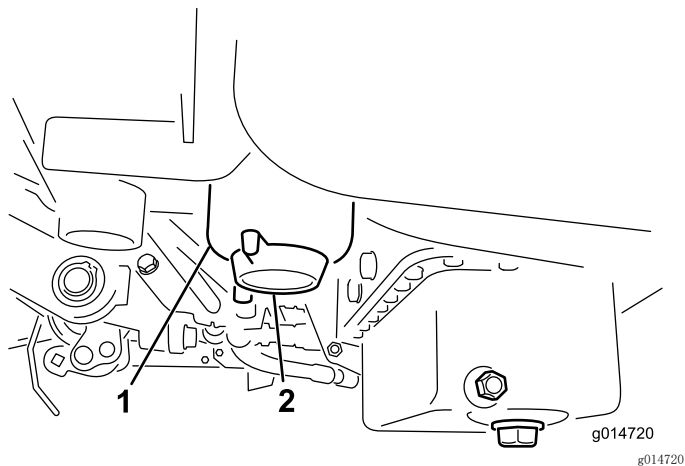

图30
2. 清洁滤清器过滤筒的安装区域（图30）。
4. 打开滤清器排油塞（图30）。